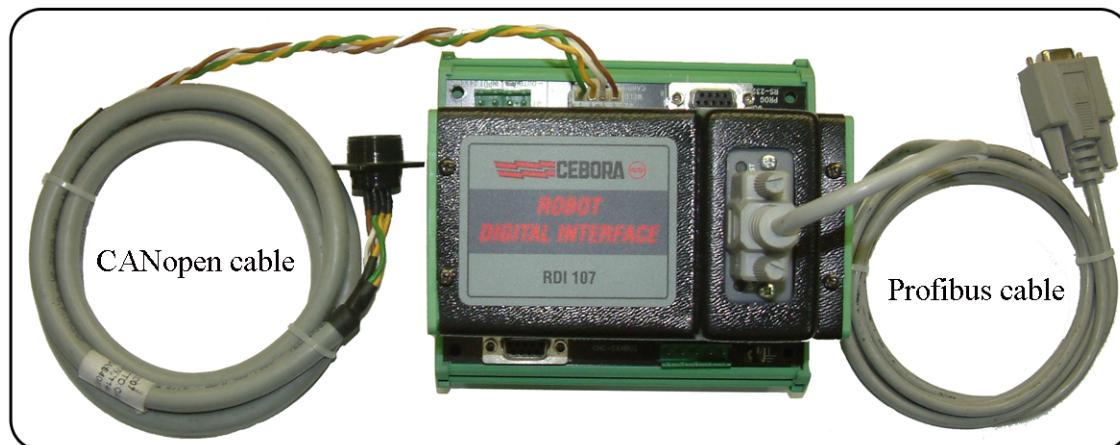

fig. 3
3.1 Composizione art. 107.01 (fig. 3).